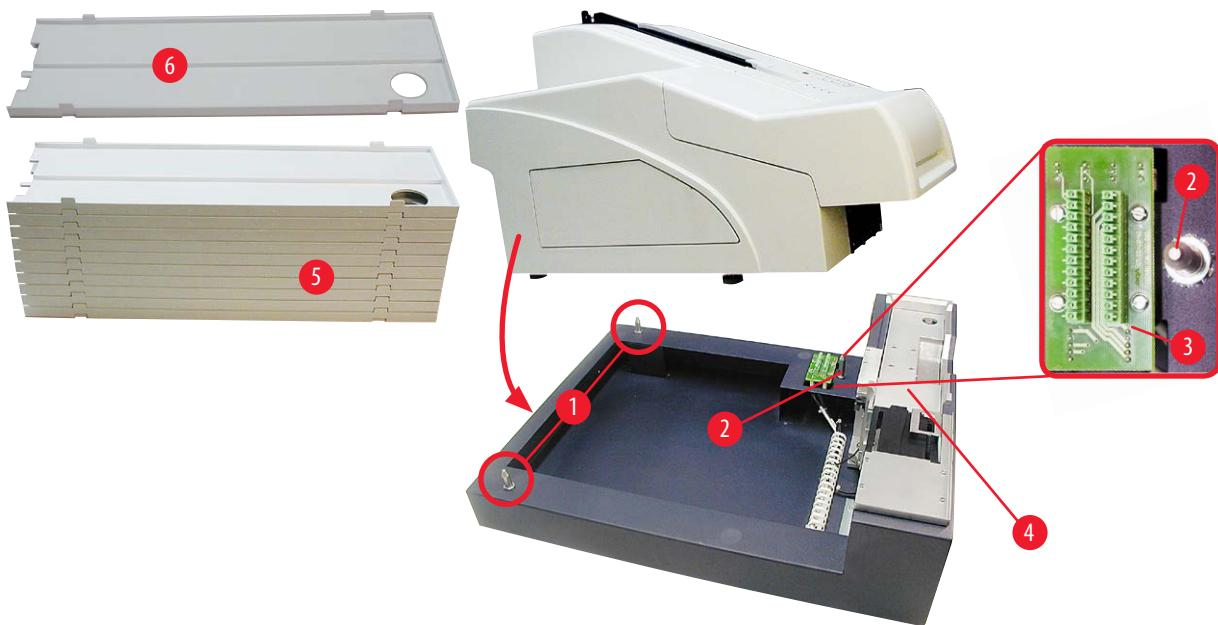

图 12
- 握住打印机的两侧(左侧和右侧)，先使打印机两颗后侧螺栓(→ "图 12-1")恰好卡入底板中，如(→ "图 12")所示。